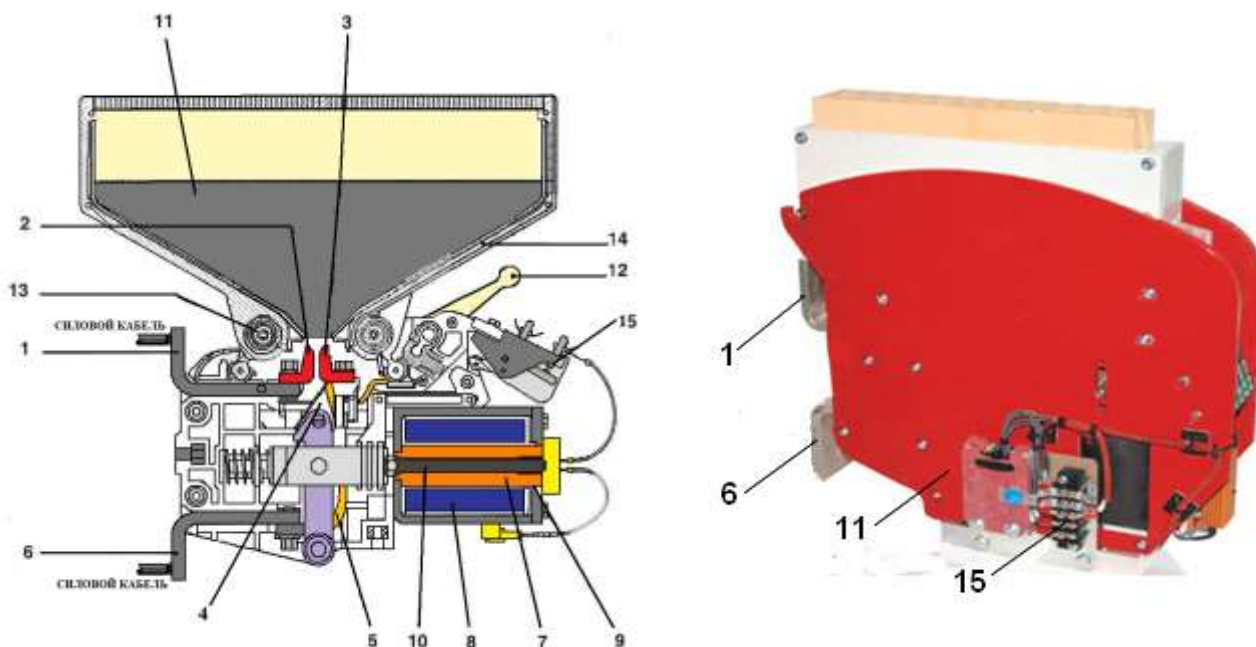

Рис.3 Линейный контактор
Основная цепь (Рис.3) включает верхний силовой вывод (1), неподвижный контакт (2), подвижный контакт (3), опора подвижного контакта (4), гибкое соединение (5) и нижний силовой вывод (6).